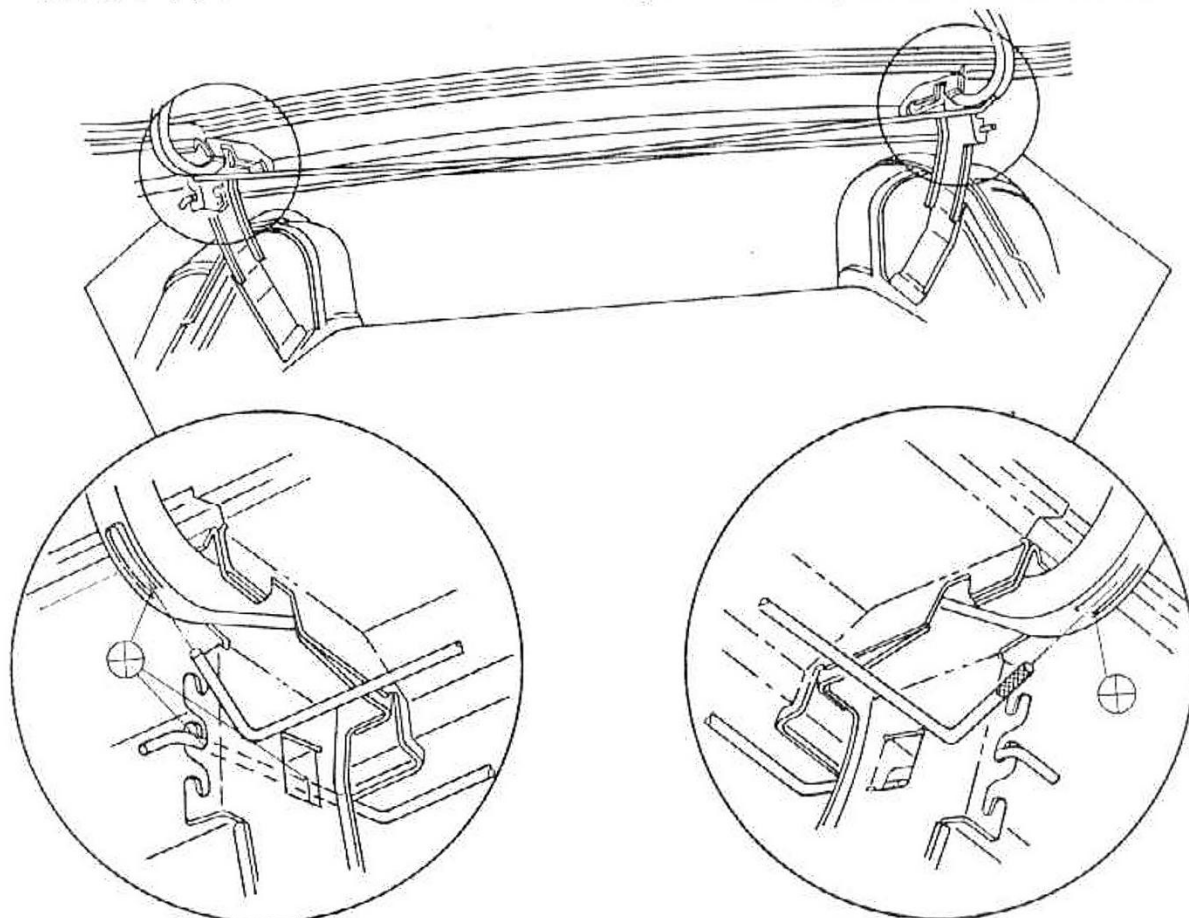

fig. 23 — barras de torção das dobradiças da tampa do porta-malas—modelos de 4 portas
2. Se a tampa não abrir espontaneamente de 2" a 6" a tensão da(s) barra(s) deve ser aumentada (figs. 23 e 24).